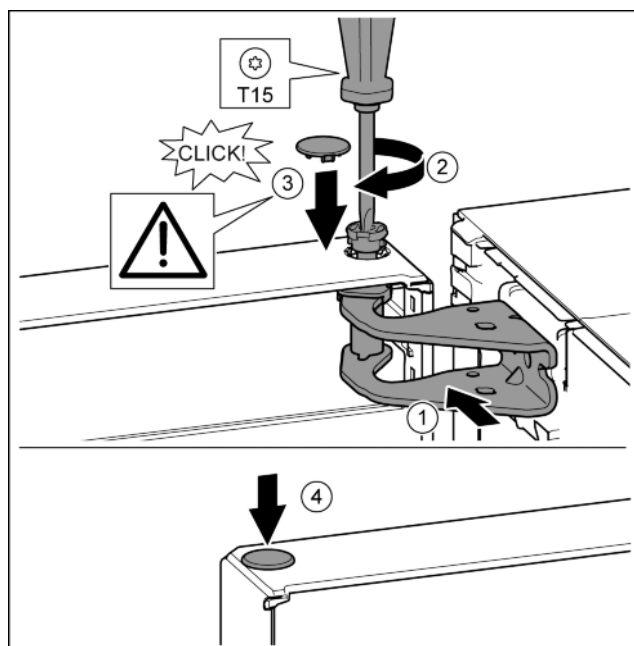

Fig. 21
- ▶ Wyrównać drzwi u góry względem otworu w płytce zawiasu. Fig. 21 (1)
- ▶ Założyć sworzeń i dokręcić śrubokrętem T15. Fig. 21 (2)
- ▶ Zamontować osłonę bezpieczeństwa w celu zabezpieczenia drzwi: Włożyć osłonę zabezpieczającą i sprawdzić, czy przylega ona do drzwi. Ponadto założyć cały sworzeń. Fig. 21 (3)
- ▶ Założyć zatyczkę. Fig. 21 (4)